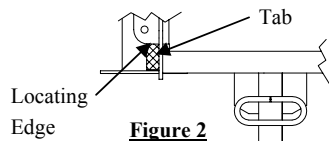
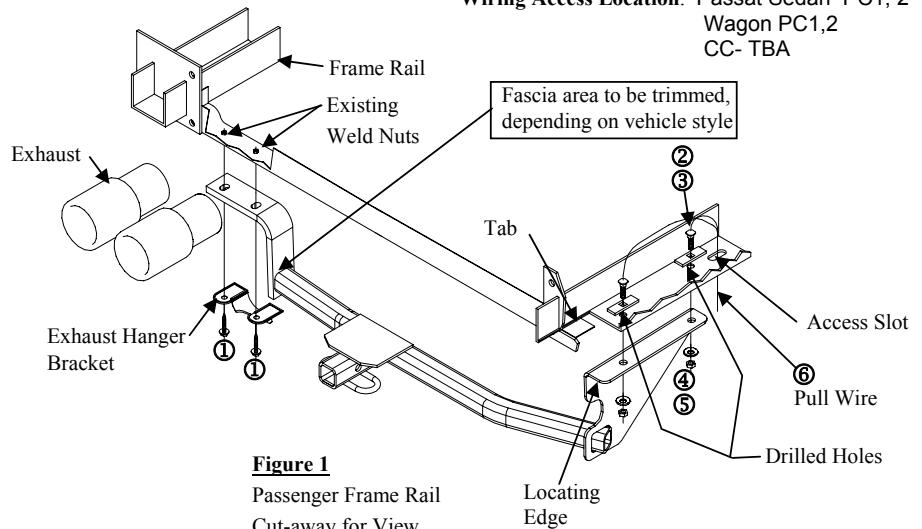

Figure 2
Figure 1
①	Qty. (2)	Bolt M8 X 1.25 X 55 CL 9.8	④	Qty. (2)	Conical Washer 7/16"
②	Qty. (2)	Bolt, Carriage 7/16-14 X 1.50 GR 5	⑤	Qty. (2)	Nut 7/16-14
③	Qty. (2)	Block ¼ X 1 X 3	⑥	Qty. (1)	Pull wire
- Remove plastic fascia covering the passenger side frame rail of the vehicle by removing the (5) Torx screws. Return plastic fascia covering and screws to vehicle owner. Remove the two plastic fascia nuts from the fascia tabs (Do not discard).
- Remove the (2) bolts from the exhaust hanger bracket as shown in Figure 1 to lower the exhaust. Return bolts to owner.
- Slide the driver's side bracket above the exhaust bracket. Note: Sandwiching the hitch bracket between frame and exhaust hanger bracket. Using the (2) M8 bolts loosely tighten the fasteners. Note: Rotate the hitch for ease of installation.
- Align the passenger bracket with the locating edge and the tab see Figure 2 (check hitch for alignment perpendicular of the vehicle making sure the bracket is flat against the frame rail). The passenger side bracket may need to be pushed flat against the frame rail. Then using the hitch as a template mark the hole locations. Drill the 1/2" holes.
- Faire glisser le support situé côté conducteur au-dessus du support de tuyau d'échappement. Remarque : Intercaler le support d'attelage entre le cadre de châssis et le support de tuyau d'échappement. Installer sans trop serrer les deux (2) boulons M8. Remarque : Faire pivoter l'attelage pour faciliter l'installation.
- Aligner le support côté passager sur le bord de positionnement et la patte (voir Figure 2) (s'assurer que l'attelage est aligné perpendiculairement au véhicule en veillant à ce que le support repose à plat contre le longeron de châssis). Il se peut que le support côté passager doivent être poussé à plat contre le longeron. Utiliser ensuite l'attelage comme gabarit pour marquer l'emplacement des trous à percer. Percer des trous de 1/2 po de diamètre.